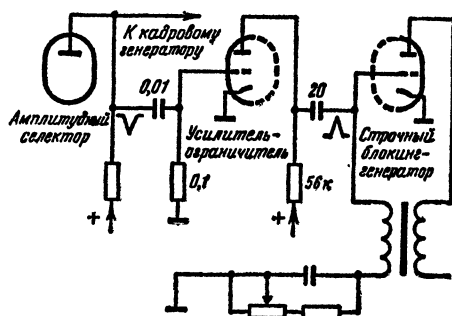

Рис. 40. Схема строчного разделительного каскада, являющегося усилителем-ограничителем.
**Л.** — Можно связать аноды лампы амплитудного селектора и блокинг-генератора небольшой емкостью порядка  $20$  пф. Однако для получения более устойчивой синхронизации рекомендуется применение специального усилителя, конечно, со всеми возможными неисправностями в нем (рис. 40). Синхроимпульсы нужно в этом случае подавать на сетку лампы блокинг-генератора, так как после усиления они будут направлены в сторону положительных значений.